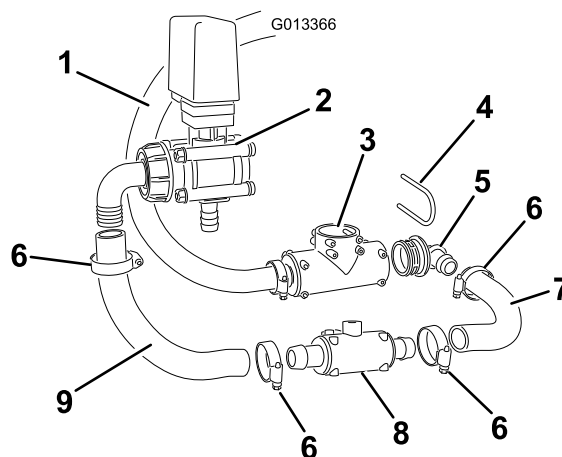

Figura 25
16. Insira um encaixe recto S67 90 no lado direito da ligação em T S67 (era linha de abastecimento da rampa como se mostra em Figura 25). Utilizando a primeira peça do tubo curto a 28 cm, aplique sabão líquido no encaixe e tubo. Deslize o tubo totalmente para o encaixe. Prenda com a braçadeira.
17. Utilizando a primeira peça do tubo curto a 28 cm, aplique sabão líquido no encaixe e tubo (Figura 25). Deslize totalmente para a válvula de agitação. Prenda com a braçadeira.
18. Deslize as braçadeiras do tubo para ambas as extremidades do tubo mais pequeno instalado. Utilizando o encaixe em T, ligue os dois tubos deslizando cada tubo sobre os encaixes dentados S53 (Figura 25). Prenda com as braçadeiras.